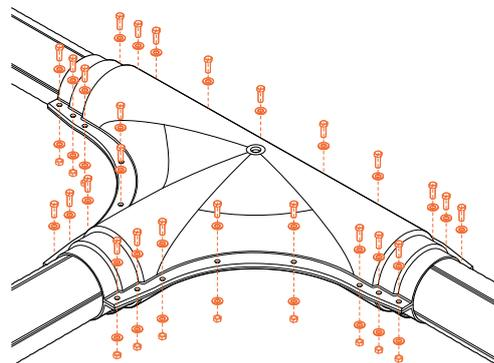

Рис. 4.6.6
- Установить в обжимное устройство упорные вставки необходимого размера (рис. 4.6.6).
- Соединить верхнюю и нижнюю половины защитного кожуха при помощи крепежных элементов (рис. 4.6.6).